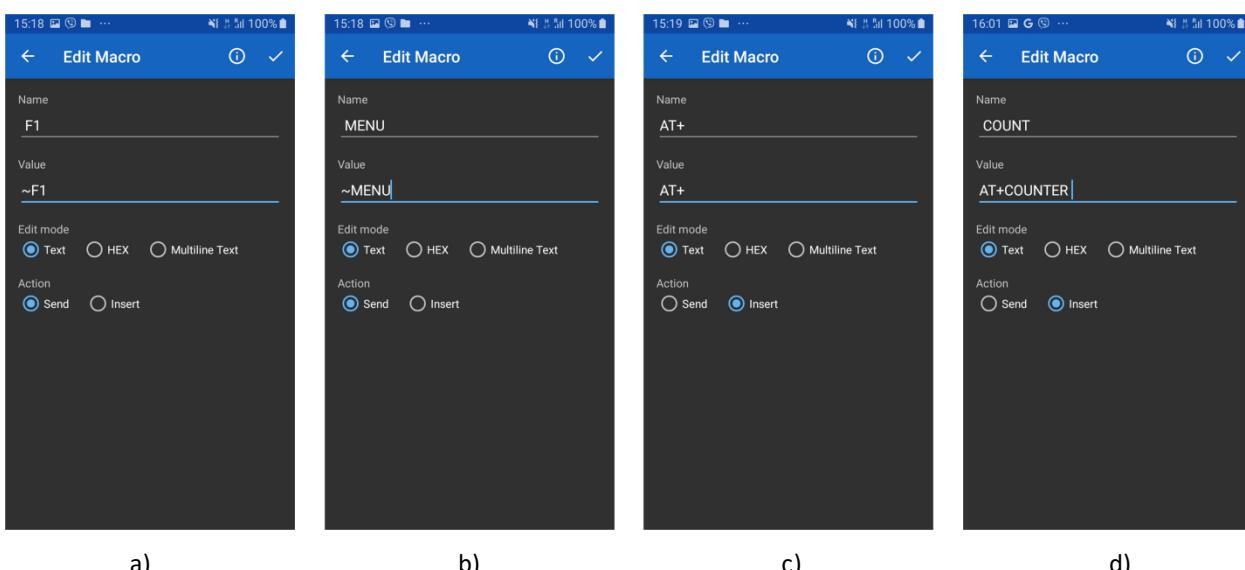

Рисунок 14.2 – Присвоение кнопкам имен и команд
Затем необходимо присвоить кнопкам имена и поставить им в соответствие команды управления, как показано на рис. 14.2.a, b, c, d.
- Нажимать на кнопку до появления окна, как показано на рис. 14.2.a, b, c, d;
Если команда не содержит параметров, то радиокнопку «Action» следует установить в положение «Send» (рис. 14.2.a, b), а если есть параметры, то в положение «Insert» (рис. 14.2.c, d).